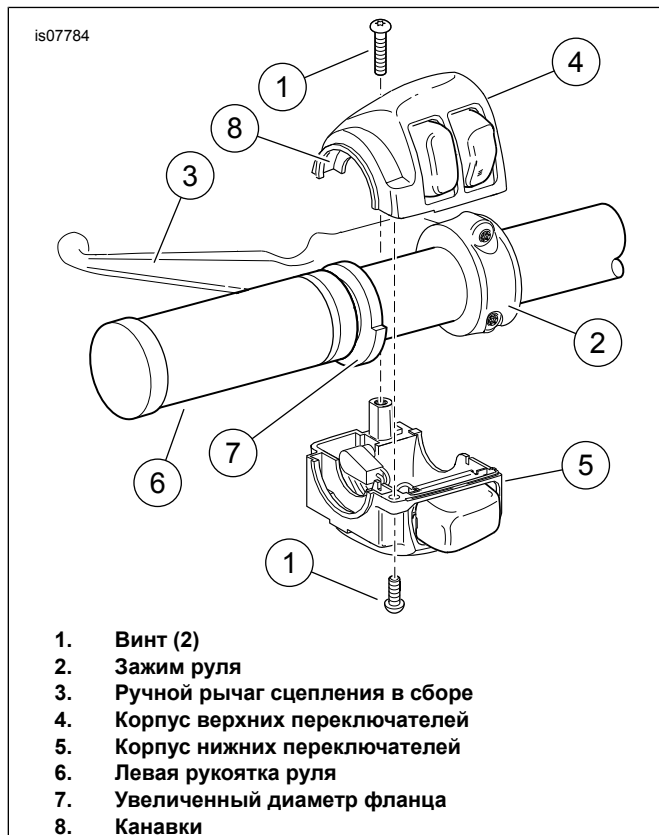
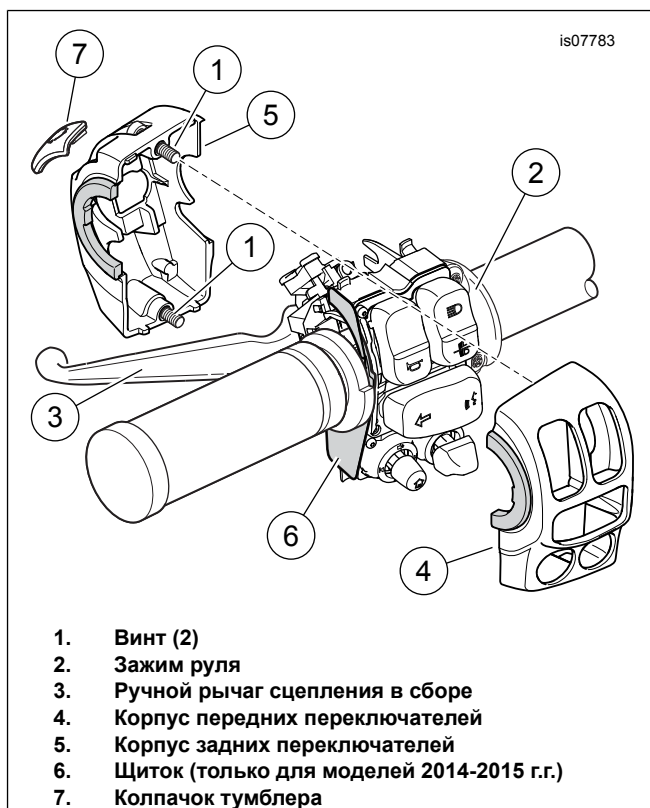

Рисунок 1. Корпус переключателя левого руля (модели Touring 2008-2013 и Softtail 2006 и позднее)
Рисунок 2. Корпус выключателя на левой стороне руля (модель Touring 2014 г. и позднее)
- a. См. Рисунок 1 или Рисунок 2. Ослабьте два винта (1) и зажим руля (2).
- b. Расположите узел рычага сцепления (3) в стороне от корпуса переключателя.
1. См. Рисунок 1 . Поместите левую рукоятку с обогревом (6) так, чтобы участок фланца большего диаметра (7) находился внизу. Надавите на рукоятку до ее полной установки на руль.
- a. Расположите корпус нижнего переключателя под ручкой. Канавки (8) на внешней стороне корпуса переключателя должны установиться над фланцем на конце рукоятки.
1. См. Рисунок 2 . **Модели 2014—2015 гг.:** Убедитесь, что экран (6) находится в правильном положении на внешней стороне модуля переключателей.
- a. Установите секции корпуса переключателей (4, 5) на модуль переключателей. Затяните невыпадающие винты (1) до упора.
- b. Установите рычаг управления сцеплением (3).
- c. Установите зажим руля (2) двумя винтами, снятыми ранее, но не затягивайте.